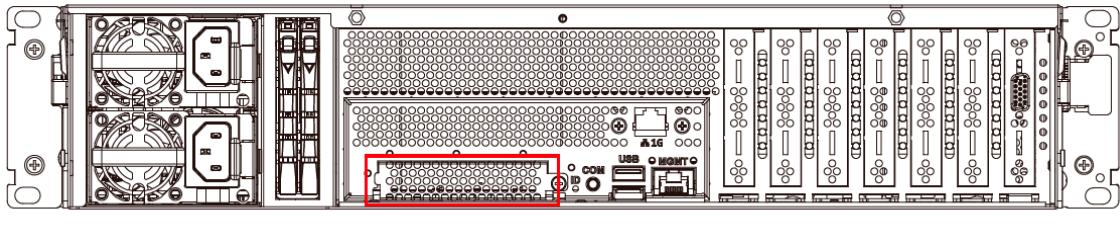

Рисунок 25 – Снятие металлической крышки слота OCP 3.0
- Выключите питание сервера. Снимите металлическую крышку слота OCP 3.0 (см. Рисунок 25).